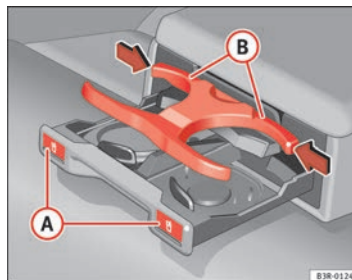

Fig. 132 Porte-boissons dans l'accoudoir arrière
- Appuyez sur le symbole  **A** ⇒ fig. 132.